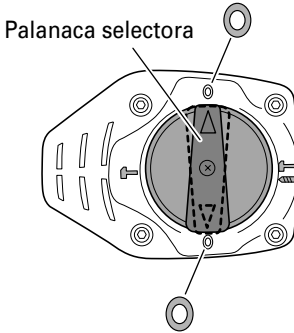

Fig. 9
- (2) Cuando fije las posiciones de trabajo de herramientas tales como cortafrío, etc.
- (a) Gire la palanca selectora. Alinee las marcas ▲ de la palanca selectora y ● de la tapa de la manivela como se ilustra en la Fig. 9.